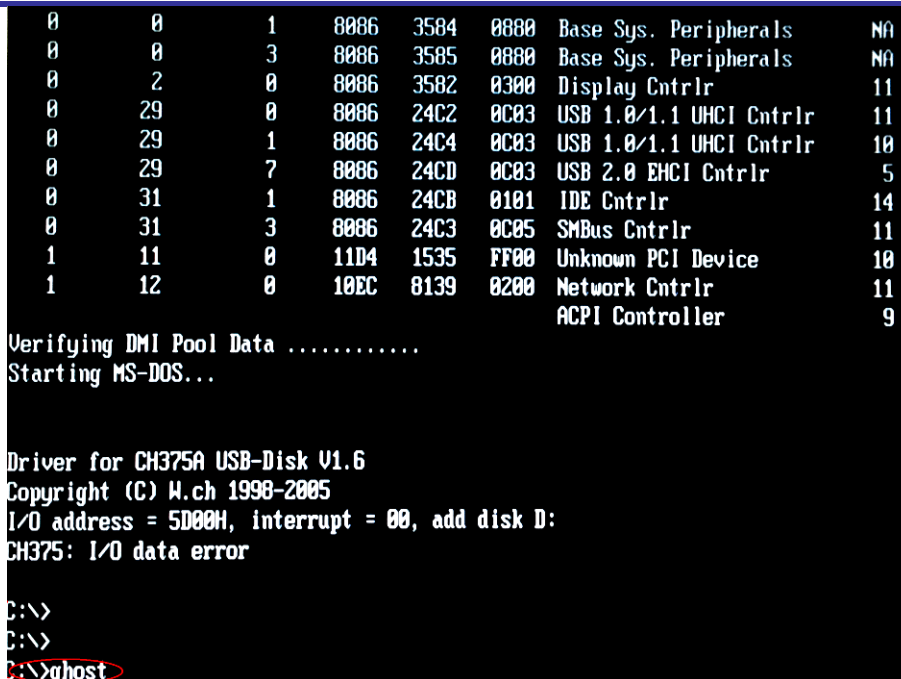
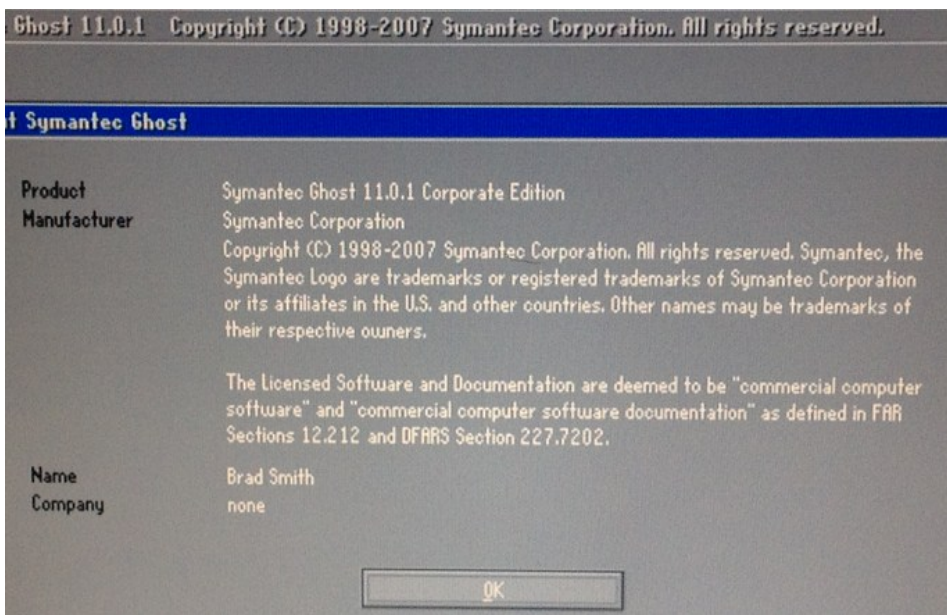

图 2-4 DOS 下键入 GHOST 界面
图 2-5 GHOST 下安装界面
- 5) 待 GEM 控制器再次启动后会进入 DOS 界面，如图 2-4 所示在光标位置键入 GHOST，然后回车进入 GHOST 安装界面（如图 2-5 所示）。